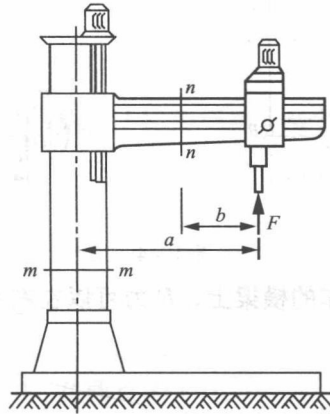

图 1-1
1.1 对图 1-1 所示钻床，试求 $n-n$ 截面上的内力。